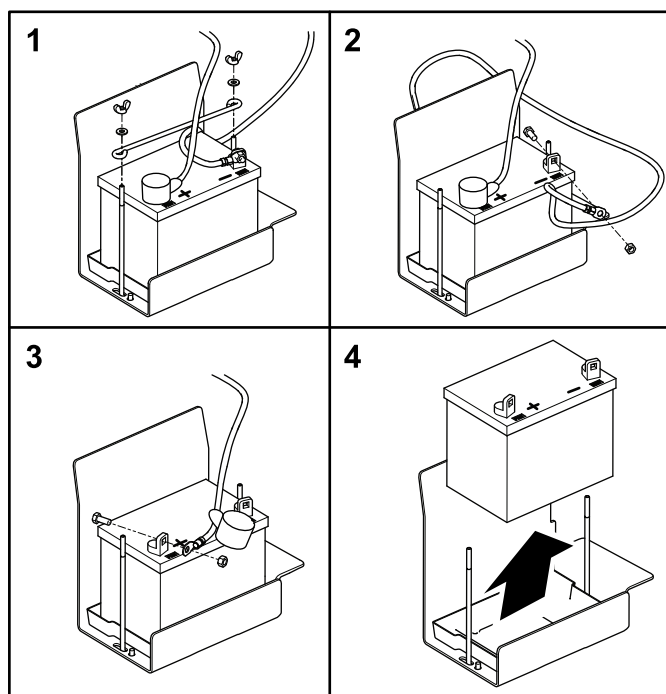

Figura 54
- Rimuovete i dadi ad alette e le rondelle che serrano il dispositivo di fissaggio della batteria (Figura 54).